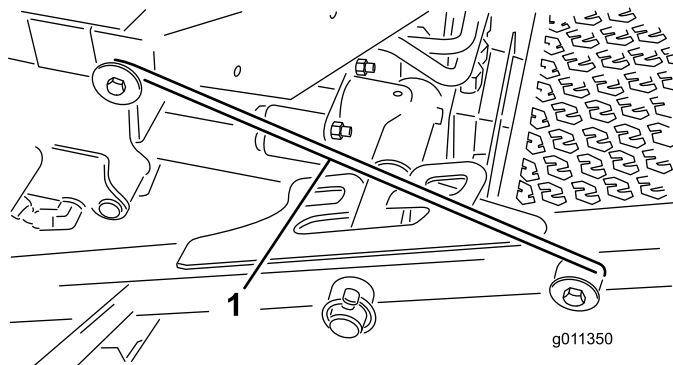

Рисунок 36
4. Отсоедините шток защелки (Рисунок 36) от переднего держателя несущей рамы.
5. Поднимите наружную часть передних режущих дек и установите защелку на штифт рамы, смонтированный в передней части платформы оператора (Рисунок 36).